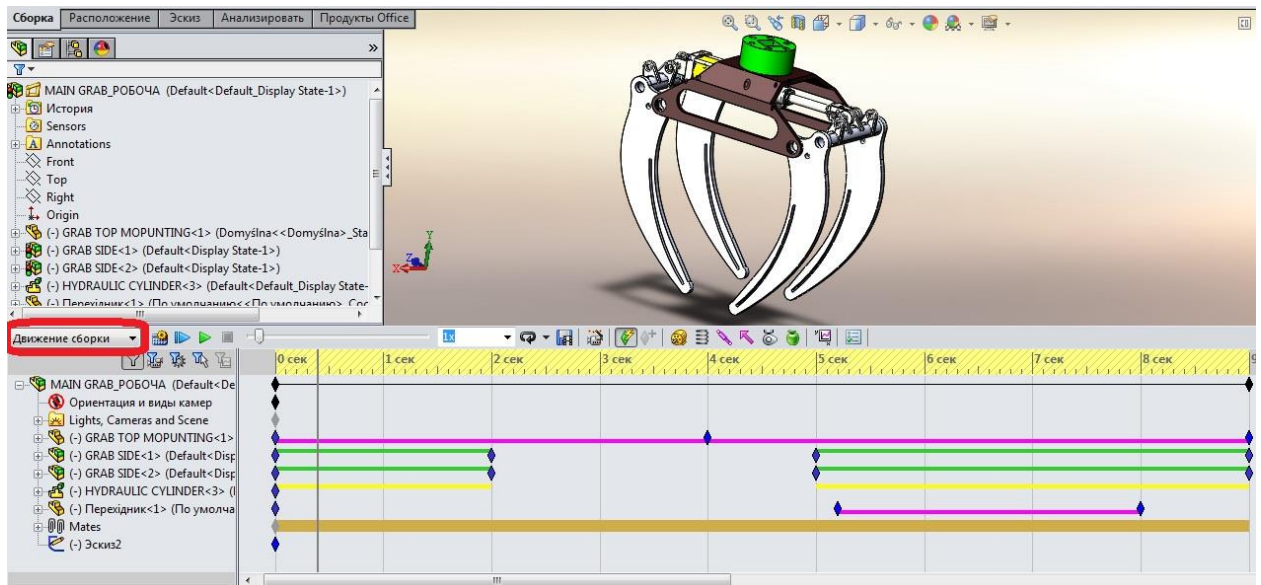

Рис.2. Вигляд тимчасової шкали та збірки
2.2.1. Перейдіть на вкладку **Дослідження руху 1** (у лівій нижній частині графічної області). Після виконання всіх дій тимчасова шкала має виглядати так, як це показано на рис.2